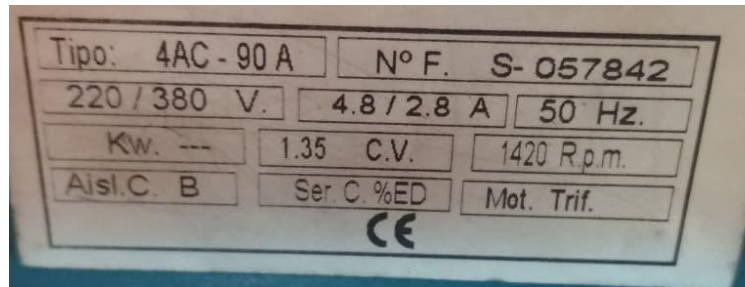

Figura 1: Motor a utilizar en el laboratorio.
- Motor asíncrono trifásico (ver Figura 1)
Se tiene el VDF Altivar 312, "configure" conceptualmente el mismo para un arranque del motor de la Figura 1.